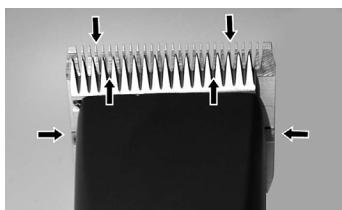

Fig. 22
För att uppnå ett bra klippresultat och för att öka klippernas och klipphuvudets livslängd måste du lägga på en tunn oljefilm mellan över- och underskäret (fig. 22).
- ▶ Smörj skären tillräckligt mycket under klipningen (minst var femtonde minut), så att de inte torkar (fig. 22).
Skären måste smörjas före, under och efter varje användning. När klippernas skär lämnar ränder eller går med lägre hastighet är det ett tecken på att det behövs olja. Lägg några droppar olja fram på och tvärs över klippskären (se pilarna i fig. 22). Torka bort överskottsolja med en mjuk, torr trasa. Smörjsprayer innehåller inte tillräckligt mycket olja för att smörjningen ska bli bra, men kyler skären. Byt omedelbart skadade eller slöa skär för att undvika skador.